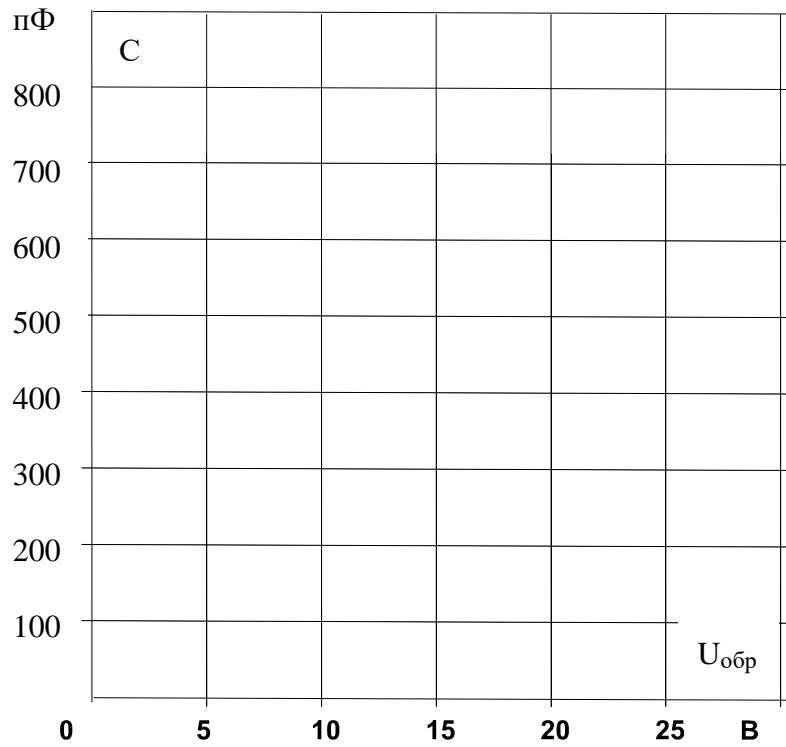

Рис. 3.2.5
- Занесите значения емкости варикапа в табл. 3.2.1. Затем постройте зависимость емкости запорного слоя  $C$  от обратного напряжения  $U_{\text{обр}}$  на графике (рис. 3.2.5).